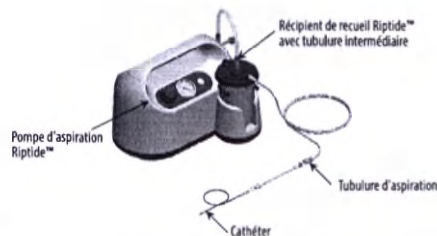

Figure 1 : Schéma d'installation du système d'aspiration Riptide™
1. Se référer à la **Figure 1** (ci-dessus) pour prendre connaissance de l'agencement adéquat des appareils afin d'installer correctement le système d'aspiration Riptide™.